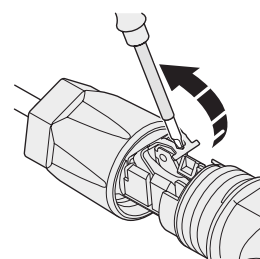

Fig. 46. Apertura del soporte de sujeción.
3. Usar un destornillador de cabeza plana para abrir el soporte de sujeción en el conector, como se muestra en la Fig. 46.